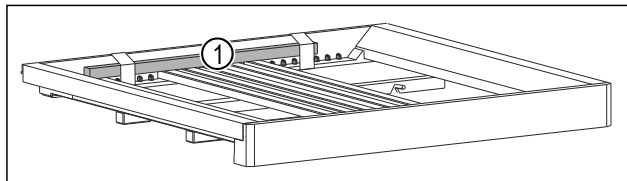

Fig. 37 *
- Rimuovere l'asta in legno Fig. 37 (1).*